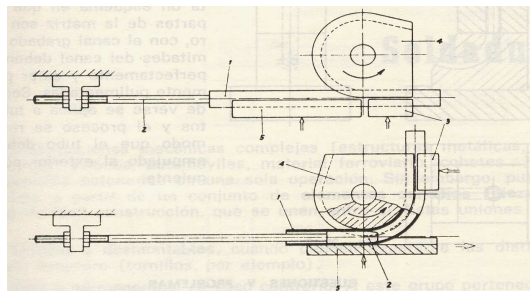

Figura 1: doblado de tubos con mandrín interior.
- El doblado de tubo, mediante dos máquinas, una de tres rodillos para radio grande y variable, y una de radio fijo y pequeño, que tiene mandrín interior, como en la figura 1 y que se pueden programar los grados del arco que se genera en el tubo.